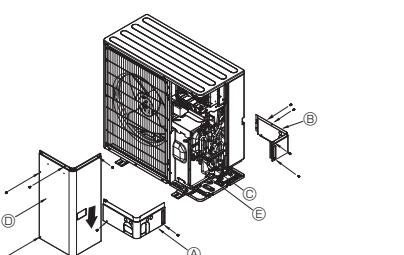

Fig. 5-3
5.3. Aukstumaģenta cauruļus (Fig. 5-3)